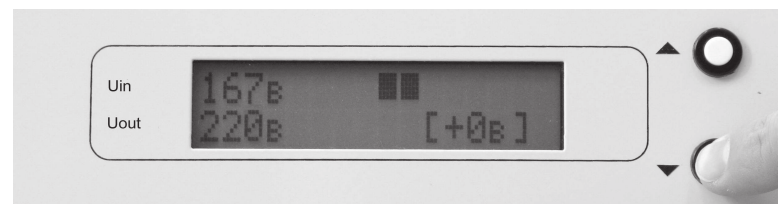

Рис. 8.
1. Нажать и удерживать кнопку «ВНИЗ» (4 сек.) до появления на ЖК индикаторе, в нижней строке справа, числа в скобках [+0в], отображающее корректирующую величину среднего выходного напряжения (рис.8).